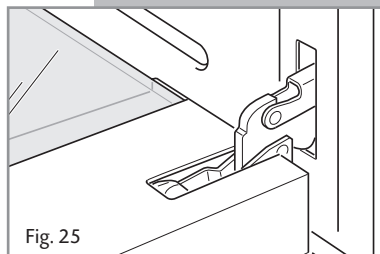

Fig. 25
- Fully open the oven door (fig. 25).